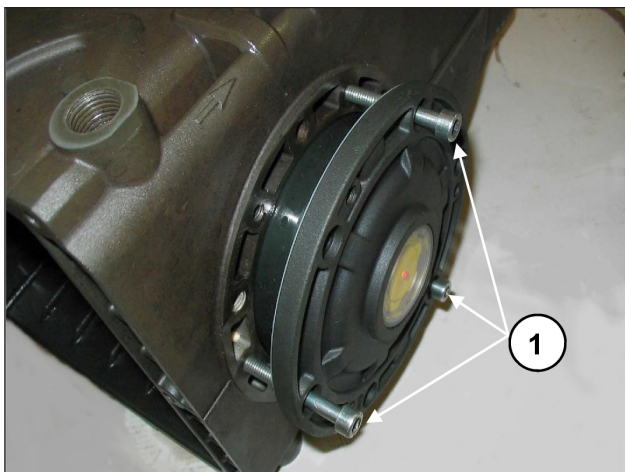

Рис. 8
Для упрощения введения первого участка и запрессовки крышек на картере рекомендуется использовать 3 винта М6 х 40 с неполной резьбой, (Рис. 8, поз. ①), а затем завершить операцию с помощью винтов (М6х18), которые входят в комплект поставки.